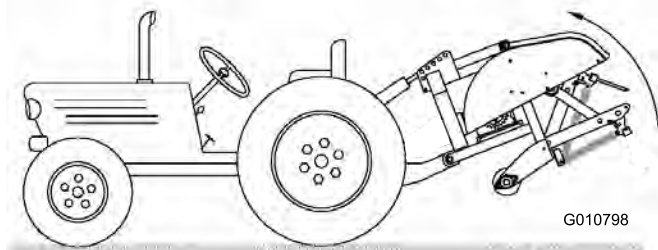

Bild 9
2. Heben Sie den Aerifizierer ganz an; der Zylinder des hydraulischen Oberlenkers oder des Oberlenkers sollte ganz eingefahren sein (Bild 9).